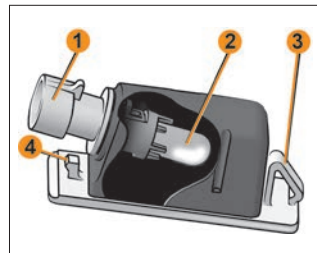

Рис. 14. Фонарь освещения номерного знака
Для замены лампы в фонаре снимите его с автомобиля. В посадочном гнезде фонарь удерживается пружинной защелкой **3** и фиксатором **4** (рис. 14).
- воздействуя с левой стороны фонаря, например, лезвием ключа выключателя зажигания, аккуратно сдвиньте его вправо и выведите фиксатор **4** из зацепления (рис. 14);
- повернув патрон **1** (рис. 14) против часовой стрелки, выньте его в сборе с лампой из корпуса фонаря и извлеките лампу **2** (рис. 14), потянув ее на себя.